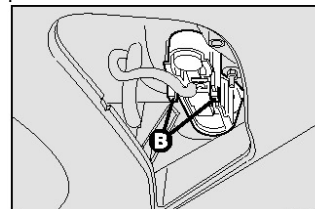

рис. 32
- Извлеките блок патронов, нажав на фиксаторы **B** – **рис.32**;
□ Установить на место блок патронов и правильно закрепить его при помощи фиксатора **В – рис.32**;
□ Извлеките блок патронов, нажав на фиксаторы **В – рис.32**